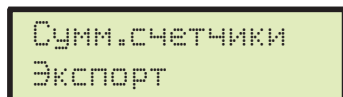

Рис. 71
- Можно сохранить отчеты счетчиков на флеш-накопителе, используя специальную функцию **Экспорт** (Рис. 71).
- Выберите пункт **Экспорт** (Рис. 71) и нажмите на **ОК**.